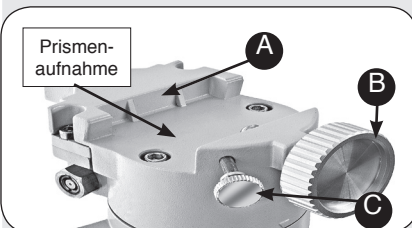

Abb. 7: Anbringen der Prismenschiene am Schaft der Montierung (EXOS-2)
7. Anbringen der Prismenschiene an der Montierung (Halterung): AR- und NT-Modelle: Entfernen Sie den Tubus aus der Rohrschelle und schieben Sie die Prismenschiene (11, Abb. 1a) in die Prismenaufnahme (siehe Abb. 7). Die Schwalbenschwanz-Basis der Schiene paßt in die Prismenaufnahme der Montierung (A, Abb. 7). Ziehen Sie die Prismenfeststellschraube (B, Abb. 7) und die zweite Feststellschraube (C, Abb. 7) gut an. Setzen Sie den Tubus in die Schellen ein und schließen Sie die Tubus-Klemmschrauben.